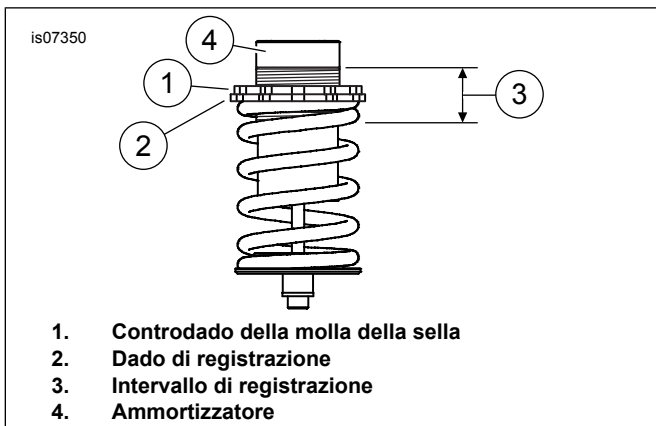

Figura 4. Regolazione della sella
- Vedere Figura 4. L'intervallo di registrazione (3) deve essere mantenuto entro 17,7–27,7 mm (0,7–1,1 in) dalla parte superiore dell'ammortizzatore (4, parte del gruppo della molla della sella). Le impostazioni al di fuori di questo intervallo possono causare il guasto dei componenti della sospensione della sella.
1. Allentare il controdado della molla della sella (1).
2. Ruotare in senso orario il dado di registrazione (2) per compensare il maggior peso di un pilota o in senso antiorario se il pilota è più leggero. Ciascuna rotazione completa registra per circa 5,7 kg (12,5 lb) del peso di un pilota.